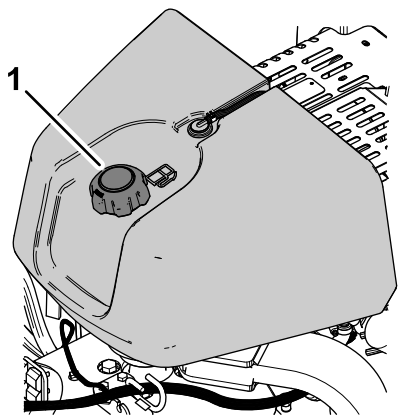

Figura 29
2. Curățați în jurul capacului rezervorului de combustibil i îndepărtați-l (Figura 29).